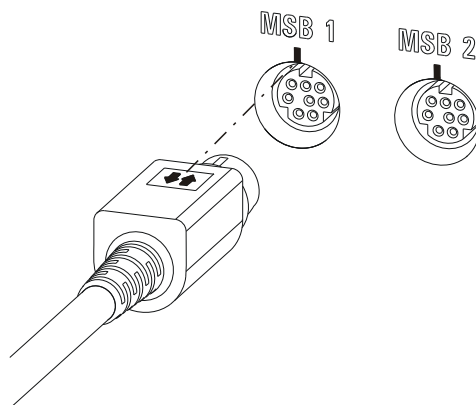

図6 MSB コネクタ
- 接続の際は、MSB プラグの矢印が付いた平らな部分が MSB コネクタのマークがつけられた方に向くよう注意してください (17 ページ、図6 を参照)。